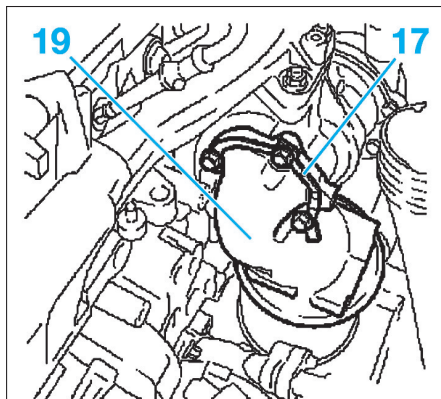

FIG. 49
- la tôle d'arrêt (17) (Fig.49),